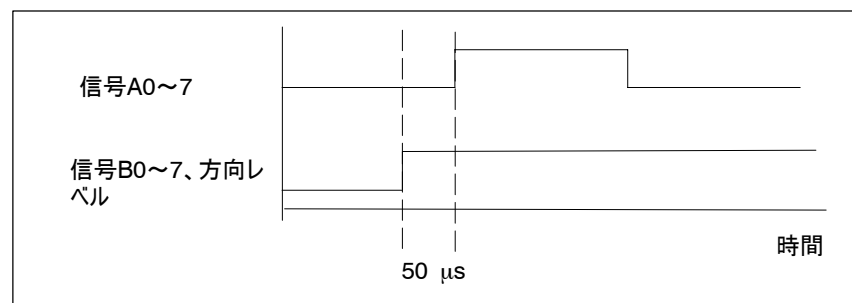

図9-1 方向レベルとカウント信号間のタイムスパン
方向レベル付き24 - Vパルスエンコーダでは、方向信号 (B) とカウント信号 (A) の間に、50 μ s の最小タイムスパンが必要になります (図9-1を参照してください)。